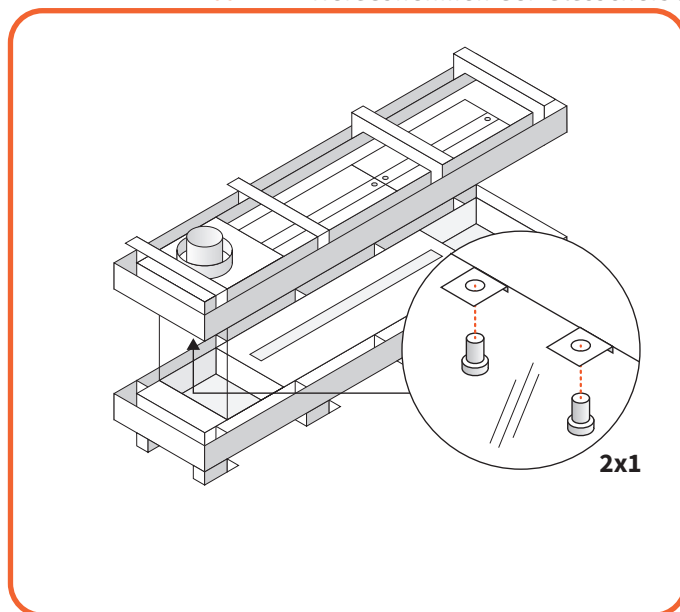
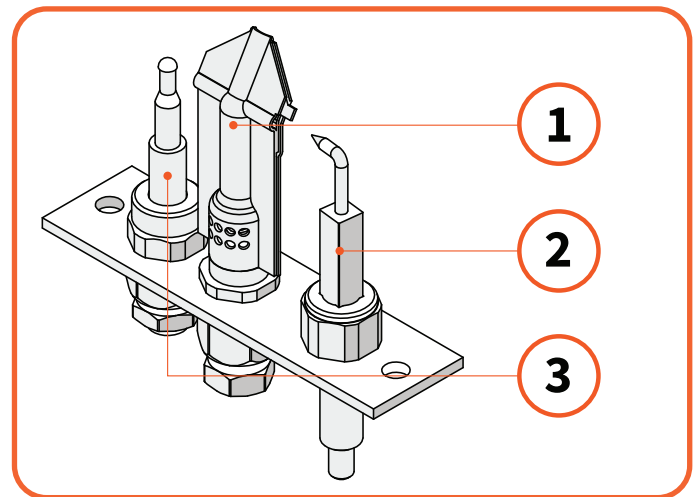
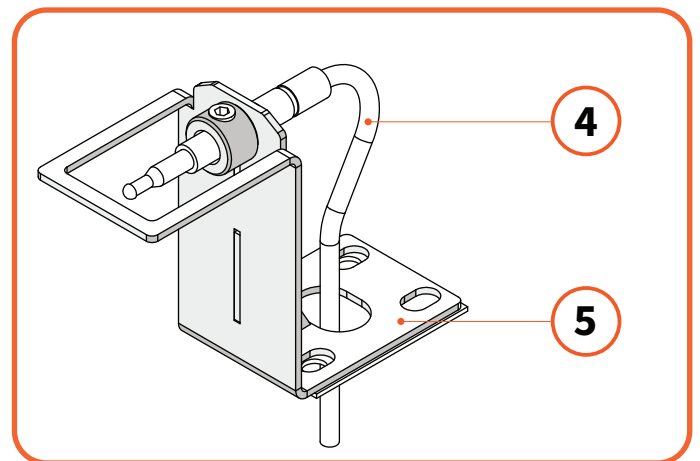

Abb. 9.21 Glasklemmen der Zwischenscheibe
Abb. 9.22 Isometrische Zeichnung des Zündungset
Abb. 9.23 Zeichnung des Zweites Thermoelements
- Es wird nicht empfohlen, die Seiten- und Zwischenscheiben zu entfernen. Bei Bedarf können sie mit den Glasklemmen in Abbildung 9.21 und Abbildung 9.22 entfernt werden.
Die Zündflamme und das Thermoelement können über die Brennkammer erreicht werden. Erläuterungen zum Kontrollleuchten-Set und zum Thermoelement finden Sie in Tabelle 9.1, Abbildung 9.22 und Abbildung 9.23.